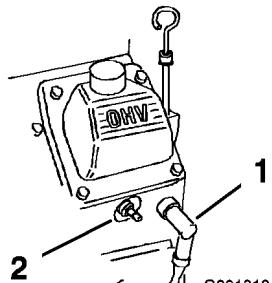

Figure 42
- Débranchez les bougies (Figure 42).
- Connectez les bougies (Figure 42).